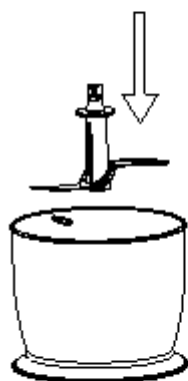

Fig. 1
02. Montați lama inoxidabilă în vasul de tocare așa cum este indicat la Fig. 1.